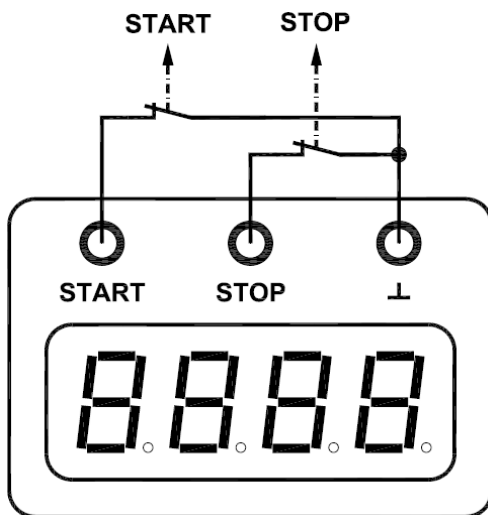

Fig. 1 Schéma électrique des entrées
- Connecter les deux entrées avec des contacts à ouverture. (cf. fig. 1)